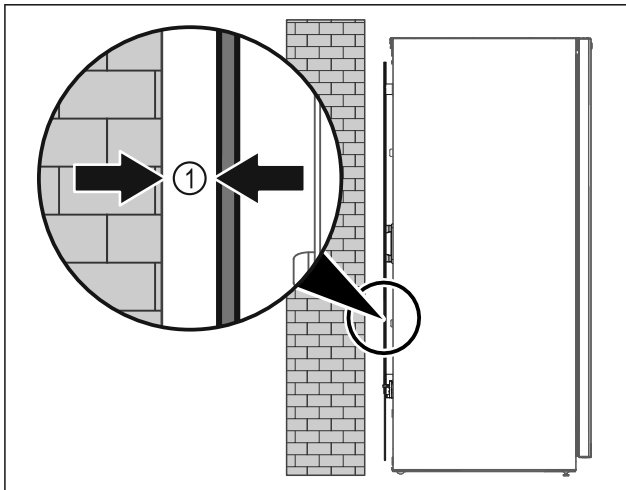

Fig. 6
▶ Установите устройство или свободно в помещении или прямо к стене на расстоянии 5 мм Fig. 6 (1).